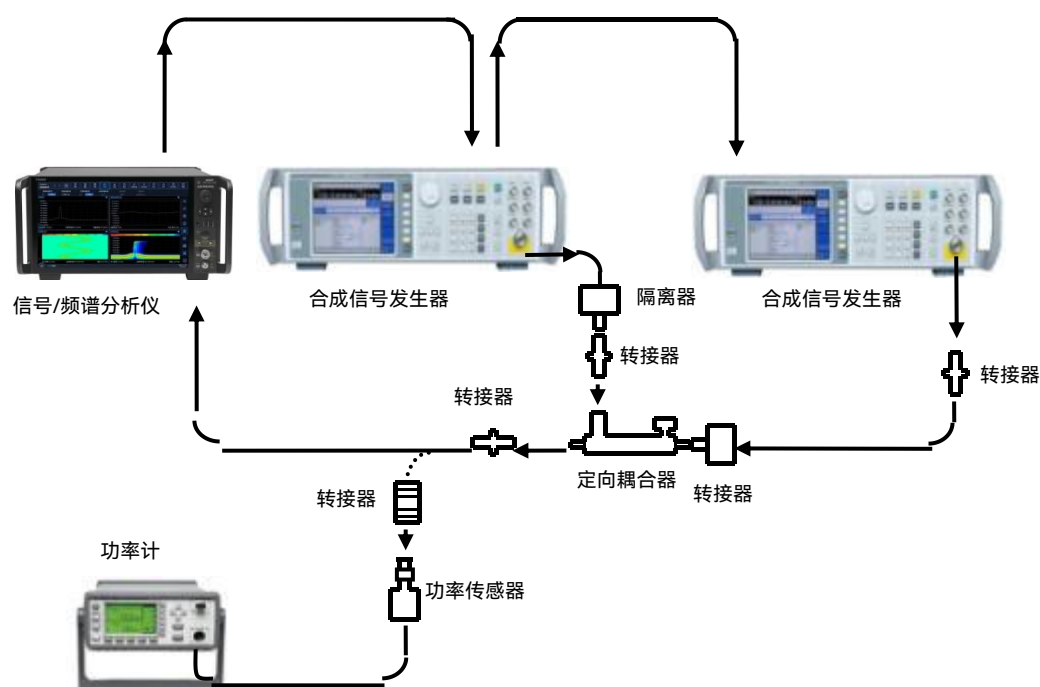

图 7.27 三阶交调失真测试示意图 (4GHz ~ 67GHz)
- 19) 如图 7.27 连接仪器，用毫米波定向耦合器代替图 7.16 中射频定向耦合器；